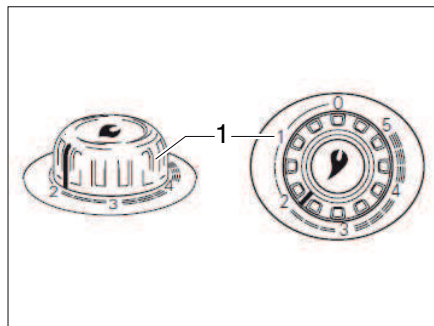

Fig. 99 Regulador giratorio en la calefacción de aire caliente
- Ajustar el regulador giratorio en la calefacción (Fig. 99,1) al valor deseado y bajar hasta el tope.
- Situar el regulador giratorio de la calefacción (Fig. 99,1) en "0". El dispositivo automático de encendido se desconecta al mismo tiempo.
- ▷ Puede obtenerse información adicional en las instrucciones de uso independientes "Truma S 3004 (P) / S 5004".